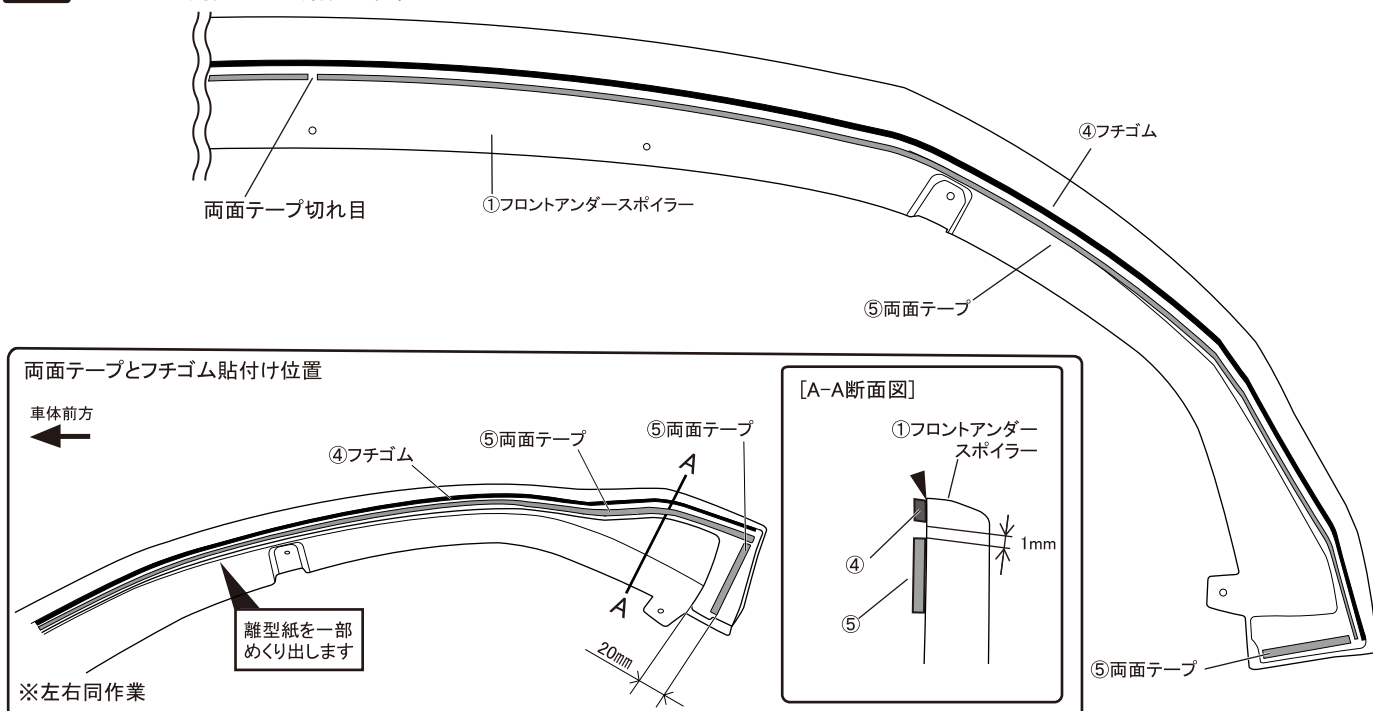

図5 ③ジャックナットの取り付け
8. 図5を参考にフロントバンパー下面のφ10.0の加工穴に③ジャックナットを取り付けます。 ※ジャックナットは専用工具で取り付けてください。